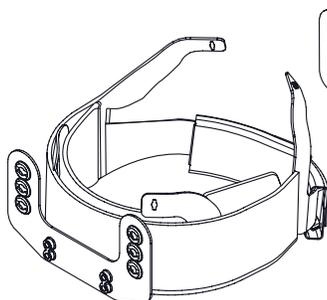

Figura 1
3. Levante el "Canal U" (Figura 1) de color negro en dirección opuesta al forro interno negro. Hay un "Canal U" en la parte delantera del casco y uno en la parte trasera.